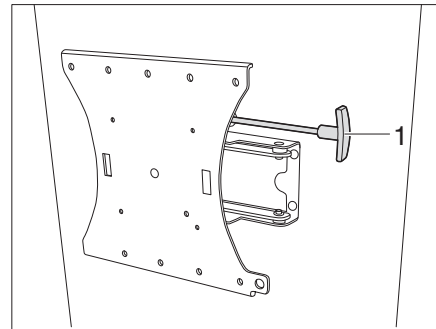

Fig. 124 Soporte con brazo articulado (variante 2)
- Tirar de la palanca (Fig. 124,1) para soltar la pantalla plana del dispositivo de retención.
- Volver a insertar la palanca (Fig. 124,1) para el bloqueo.